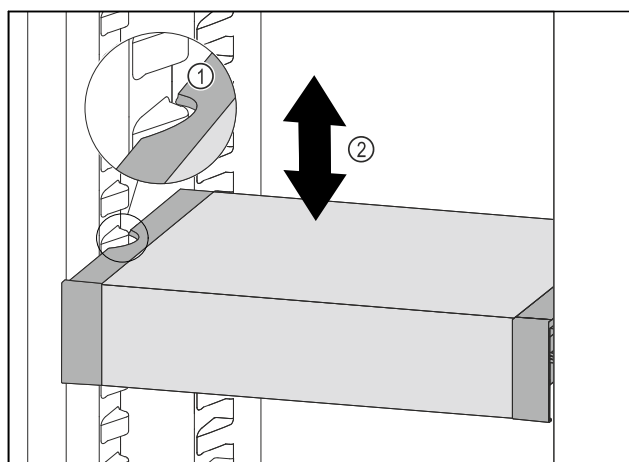

Fig. 97
- ▶ Predal VarioSafe povlecite v smeri naprej, dokler nista stranska izreza predala VarioSafe na višini nastavka za posodo v hladilniku. Fig. 97 (1)
- ▶ Predal VarioSafe premikajte v hladilniku gor ali dol, dokler ne dosežete želene višine. Fig. 97 (2)